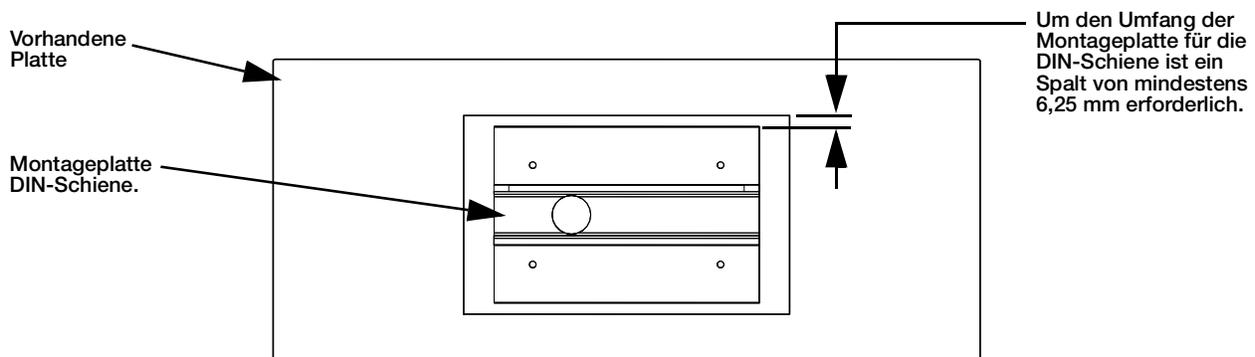

Abbildung 2. Ausschnitt vergrößern (falls erforderlich)
1. Die Montageplatte der DIN-Schiene als Führung verwenden und die Platte markieren, um den Ausschnitt auf die erforderliche Größe zu erweitern. Es sollte ein Spalt von mindestens 6,35 mm zwischen der Montageplatte und dem Ausschnitt in der Platte vorhanden sein. Siehe Abbildung 2.